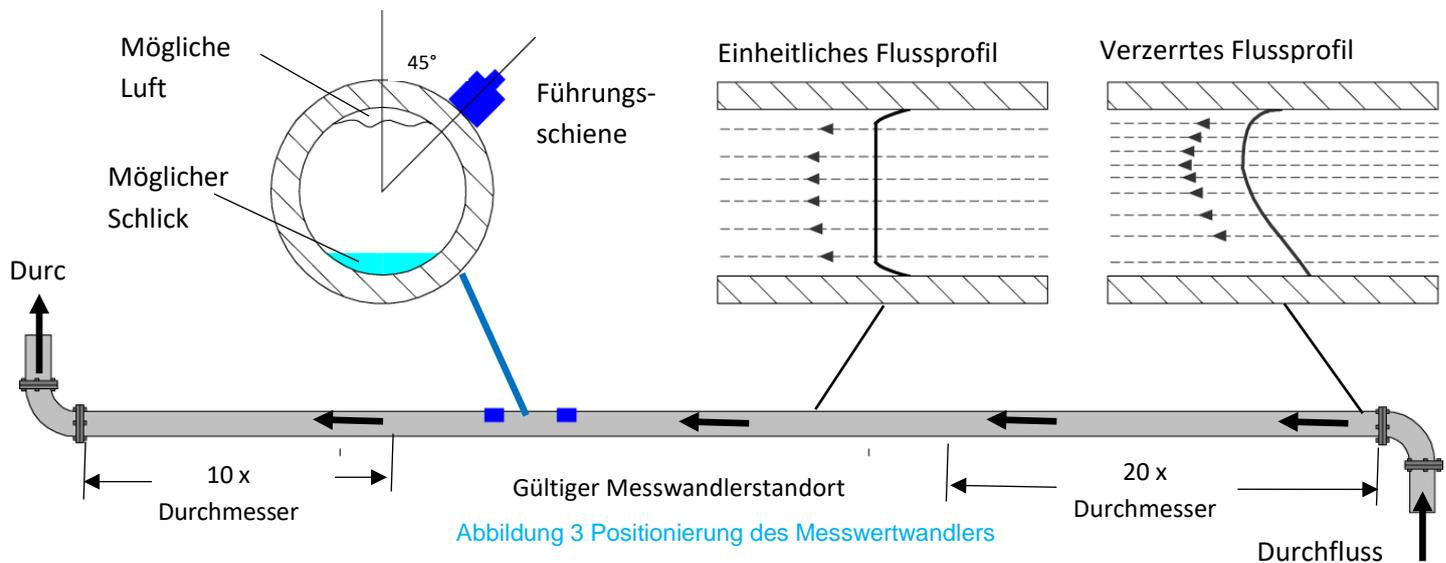

Abbildung 3 Positionierung des Messwandlers
Um genaue Ergebnisse zu erhalten, dürfen das Rohr und der Zustand der Flüssigkeit die Übertragung des Ultraschalls entlang des erforderlichen Weges nicht behindern. Es ist wichtig, dass die Flüssigkeit innerhalb des zur Messung vorgesehenen Rohrstücks einheitlich fließt und das Flussprofil nicht durch vorgelagerte oder nachgelagerte Hindernisse verzerrt wird. Eine verzerrungsfreie Strecke erhalten Sie wie folgt: Verbauen Sie auf der dem Messwandler vorgelagerten Seite ein gerades Rohrstück, dessen Länge mindestens dem 20-fachen des Rohrdurchmessers entspricht. Auf der dem Messwandler nachgelagerten Seite verbauen Sie ein Rohr, dessen Länge dem 10-fachen des Rohrdurchmessers entspricht. Siehe auch Abbildung 3. Es ist möglich, den Durchfluss auch auf kürzeren Rohrstücken (gerade Rohre und bis maximal zum 10-fachen Durchmesser im vorgelagerten und zum 5-fachen Durchmesser im nachgelagerten Teil) zu messen. Werden die Messwandler allerdings zu nah an Hindernissen montiert, kann es zu unvorhersehbaren Fehlern kommen.
1. Vor dem Anbringen der Messwandler stellen Sie bitte sicher, dass der gewünschte Standort die in Abbildung 3 angegebenen Entfernungsanforderungen erfüllt. Anderenfalls kann die Genauigkeit der Durchflussanzeige beeinträchtigt sein.